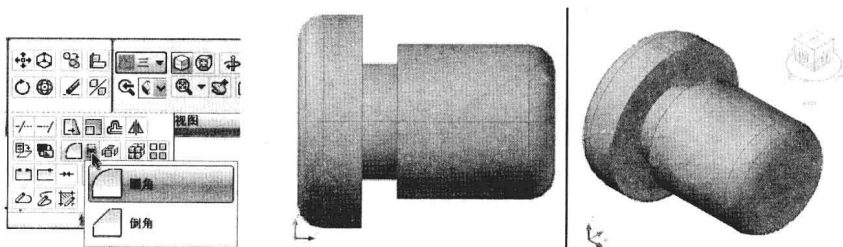

图 9-2-4
(4) 单击“常用”选项卡，在“修改”面板中单击“圆角”按钮，命令行提示“当前设置：模式 = 修剪，半径 = 0.0000 选择第一个对象或 [放弃(U)/ 多段线(P)/ 半径(R)/ 修剪(T)/ 多个(M)]”，单击三维实体一端面的圆周线，按 Enter 键。
(5) 命令行提示“输入圆角半径 <0.0000>”，输入“8”，按 Enter 键。
(6) 命令行提示“选择边或 [链(C)/ 半径(R)]”，单击另一端面圆周线，按 Enter 键，已选定的两条边线产生圆角效果，如图9-2-4所示。